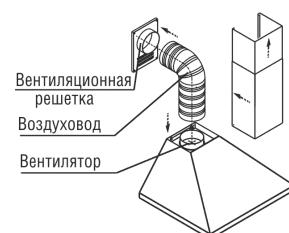

рис. 8
6.5. В зависимости от режима эксплуатации вытяжки соедините вентилятор (при помощи переходника) KB «Оптима 50/60П(Н)-400-ПЗЛ», «Оптима 50/60П(Н)-400-К3Л» с вентиляционной решеткой воздуховодом (рис. 8) или установите на вентилятор угольные фильтры.
6.7 Установите фальштрубы (рис. 8, 9). Выдвиньте верхнюю фальштрубу, (рис. 11) и прикрепите ее самонарезающими винтами к кронштейну.
- будьте осторожны при установке фальштруб (рис. 8), не повредите поверхности из нержавеющей стали. Их легко поцарапать.